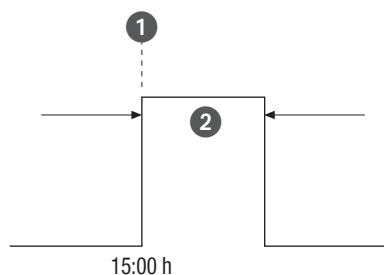

Fig. 30: Commutazione a impulsi
- (Fig. 30/①) Ora di avvio
- (Fig. 30/②) Durata = Accensione ON